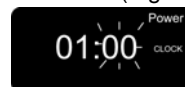

Fig. 17
3. Una vez que vea la hora correcta presione el botón de reloj nuevamente para ajustar los minutos. La pantalla parpadeará "00". (Fig. 17)